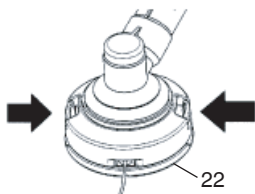

Fig. 26
- (1) Retirez le boîtier (22) en poussant fermement les attaches de blocage vers l'intérieur avec les pouces comme l'illustre la Fig. 26.